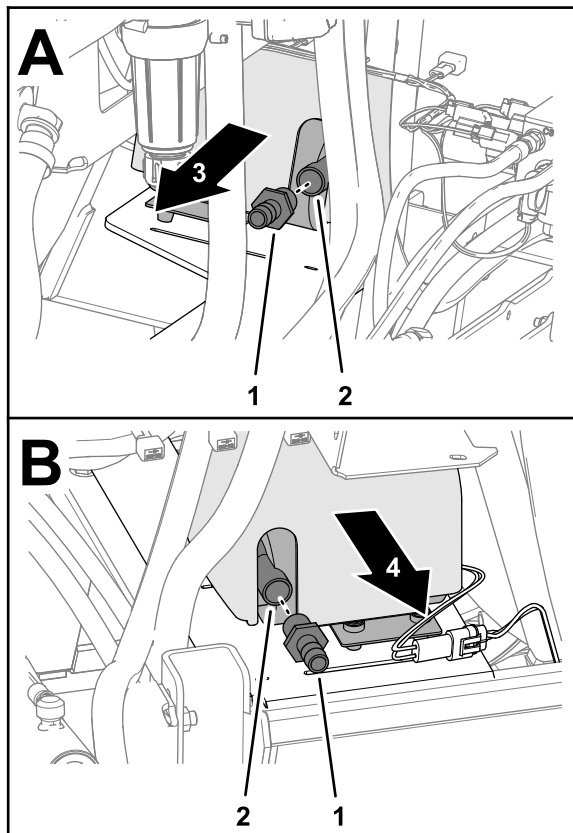

図 28
2. ポンプの吸引ポートと吐出ポートに、ストレートバーブフィッティング2 個を取り付ける 図 28。